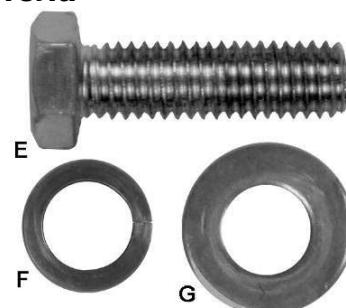

Рис. 5
1. Удалить транспортную пластину (A) между эл. Двигателем (C) и столом.
2. После того как кронштейн был удален, установить винт (B) обратно на площадку с двигателем. Верхние винты будут использоваться позже для крепления расширения к основному столу.
3. Удалить транспортный кронштейн (D) переключатель вкл\выкл (E) к столу. Не выбрасывайте кронштейн (D), он будет использоваться для установки коммутатора.
4. Удалите оставшиеся болт, гровер и плоскую шайбу (F и рис. 5) из края стола.
5. Установите крышку двигателя (G), совместив штифты (H) на крышке с отверстиями на тумбе.
6. Закрепите крышку, потянув за защелку (J), закрыв дверцу, и отпустите защелку.
- Оборудование: (6), 7/16 "x1-1/2" шестигранные болты крышки (6) 7/16" Гроверные шайбы, (6) 7/16 "Плоские шайбы и (2) Расширение
1. Прикрепите левое расширение (A) к основному столу (B) тремя болтами (E), с гроверами (F) и плоскими шайбами (G). Не затягивайте расширение, чтобы иметь возможность выравнивать вручную по основному столу.
2. Установите расширение горизонтально, так чтобы передний край с передним краем стола (C) пилы были на одном уровне. Затем с помощью линейки, убедитесь, что плоскости находятся на одном уровне.
4. Возьмите крепеж (рис. 5) для правой стороны, а затем приложив правое расширение сделайте все операции в том же порядке.